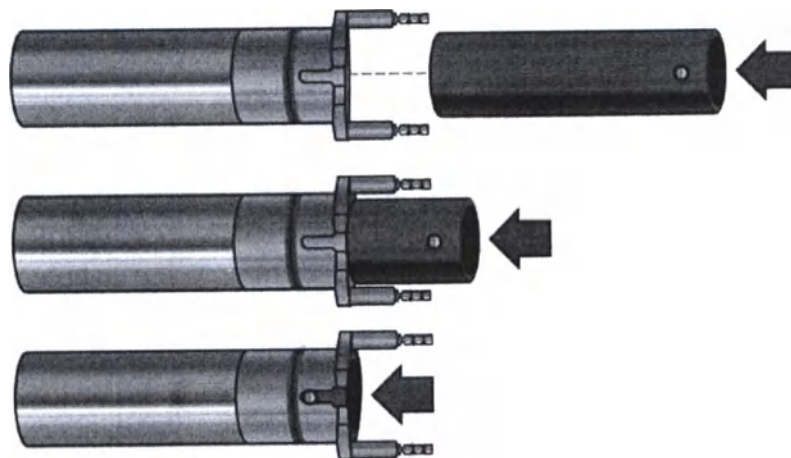

Рисунок 4-6: Установка Трубки с Окнами
4. Чтобы установить трубку в Картридж с Линзами, установите по одной оси маленький штифт на Трубке с выемкой на Картридже с Линзами (смотрите **Рисунок 4-6**) и слегка подтолкните трубку в Картридж с Линзами.